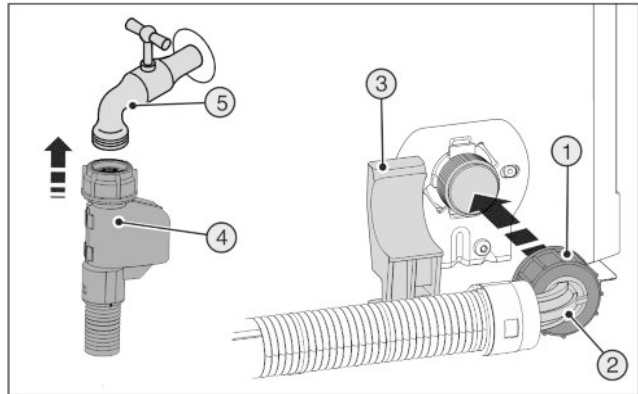

Fig. 21
- Gerades Schlauchende Fig. 21 (4) am Absperrhahn Fig. 21 (5) anschließen.